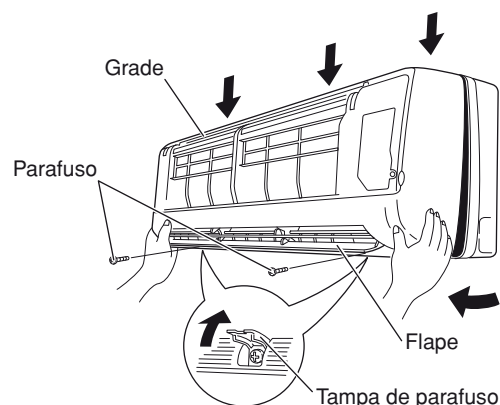

Fig. 17-1
- (2) Retire também os 2 parafusos onde as tampas de parafuso são abertas. Segure a grade em ambos lados inferiores e puxe-a para si ligeiramente. (Fig. 17-1)
- (3) Pressione as 3 lingüetas na parte superior da grade para soltá-las. (Fig. 17-1)
- (4) Puxe a grade para si para retirá-la. (Fig. 17-1)